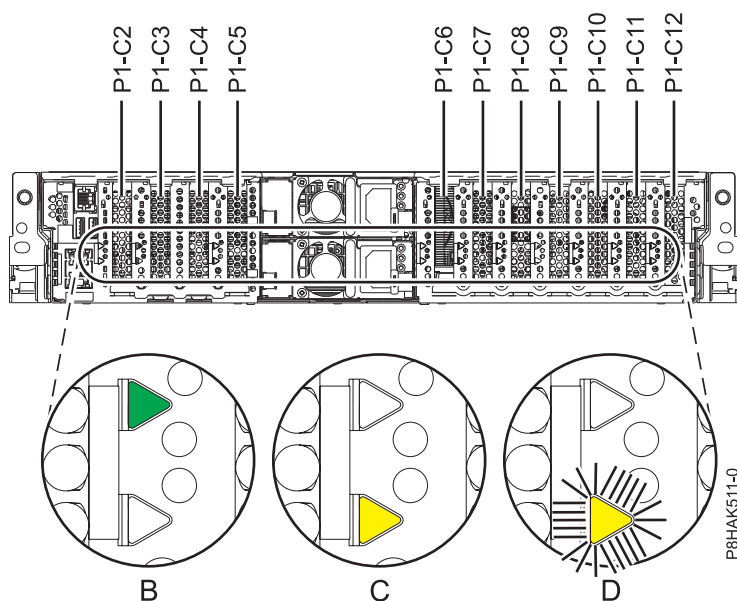

Figura 14. Ubicacions de les ranures d'adaptadors PCIe i ubicacions dels LED en un sistema 5148-21L, 5148-22L, 8247-21L, 8247-22L, 8284-21A, o 8284-22A
Si esteu prestant servei a un adaptador PCIe que ha fallat, busqueu el LED de color ambre que parpelleja de l'adaptador PCIe que ha fallat i que havíeu definit perquè parpellegi al pas on s'identificava la peça que fallava. Consulteu la Figura 14 a la pàgina 25 que mostra l'estat dels LED. Fixeu-vos que el LED ambre de l'adaptador PCIe que ha fallat estigui **Parpellejant**, tal com es mostra a (D) a Figura 14 a la pàgina 25.
**Atenció:** Si l'adaptador PCIe funciona correctament, el LED d'activitat estarà **actiu** (verd) i el LED ambre d'error estarà **inactiu**, tal com es mostra a (B) a Figura 14 a la pàgina 25. No intenteu extreure el adaptador PCIe que està en funcionament.